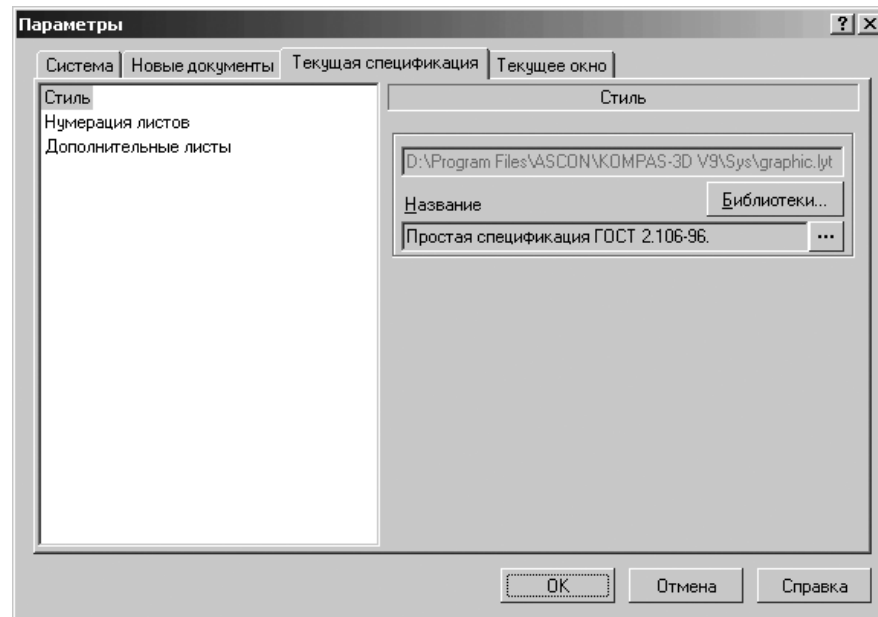

Рис. 6.102. Диалоговое окно **Выберите стиль оформления**
- щелкните по кнопке **Выбрать**, расположенной справа в раскрывающемся списке **Название**. Появится диалоговое окно **Выберите стиль оформления**, показанное на рис. 6.102.